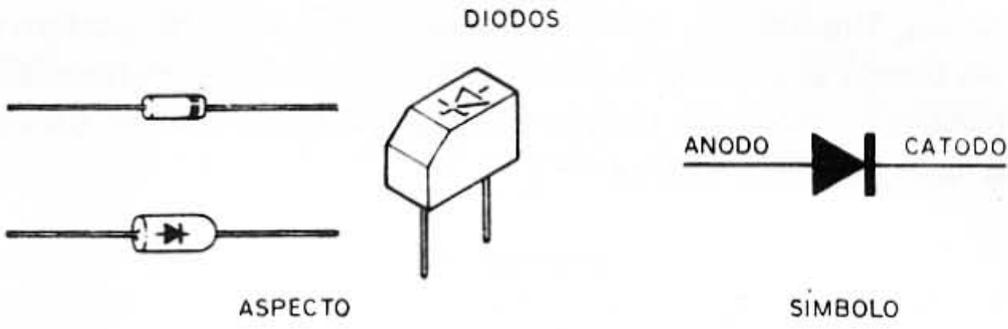

figura 9
e) Diodos — os diodos são dispositivos semicondutores, formados por pequenos cristais de germânio ou de silício e que aparecem com designações como 1N914, 1N4148, BY127, etc., conforme a função que exercem. As equivalências, ou seja, qual tipo pode ser usado em lugar de qual, normalmente são dadas nos artigos. Na hora de se usar um diodo deve-se verificar a posição da marca, símbolo ou anel, de acordo com o tipo, pois se eles forem invertidos, os aparelhos não funcionam. (figura 9)
Raspando as pontas do fio, o leitor liga-as a uma pilha comum, grande. A circulação da corrente faz com que um forte campo magnético seja criado e este se concentra no prego ou parafuso, que se imanta. Deste modo, enquanto houver corrente circulando, ele poderá atrair outros pregos, alfinetes e pequenos objetos metálicos em geral. (figura 9)